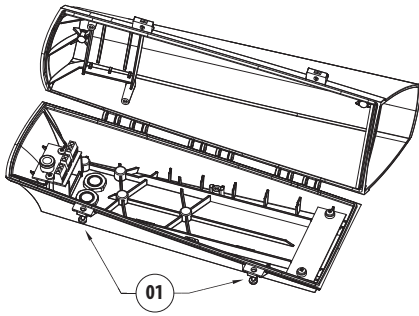
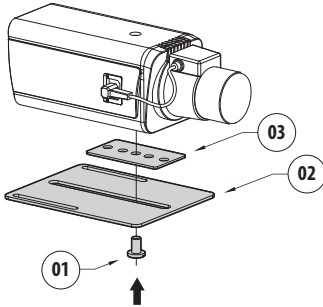
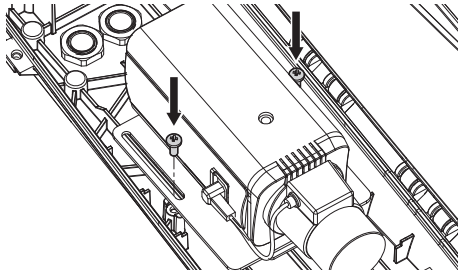

Fig. 01
Fig. 02
Fig. 03
Prenez le sachet de sel desséchant de son emballage et le placer dans le logement clair (8). Ensuite, fermez le caisson (*Fig. 01, page 7*) avec les vis (01) aussitôt que possible pour maintenir la capacité desséchante du sachet de sel.
Zum Öffnen des Gehäuses (Fig. 01, Seite 7), lösen Sie die 2 Schrauben auf der Seite (01). Befestigen Sie die Kamera (Fig. 02, Seite 7) an die Halterung (02) mit der 1/4"- Schraube (01) und, falls erforderlich, stellen Sie das isolierende Abstandstück zwischen die Kamera und die Halterung (03). Befestigen Sie die Kamerahalterung (Fig. 03, Seite 7) mit den 2 Schrauben.
Nehmen Sie den Trockenmittel- Salzbeutel aus seiner transparenten Verpackung und setzen Sie ihn in das Gehäuse (8). Dann schließen Sie das Gehäuse (Fig. 01, Seite 7) mit den Schrauben(01) so bald wie möglich, um die Trockenmittel-Fähigkeit des Salzbeutels zu halten.